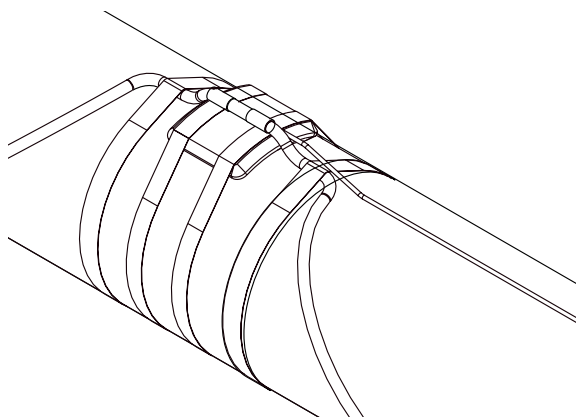

Рис. 7. Искусственная точка перегрева
- Датчик должен быть размещён на верхней части трубы (рис. 7)